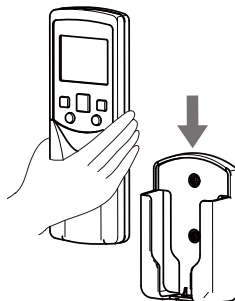

Figura 2.4
2. Deslize o controle remoto verticalmente para baixo para dentro do suporte (consulte a Figura 2.4);